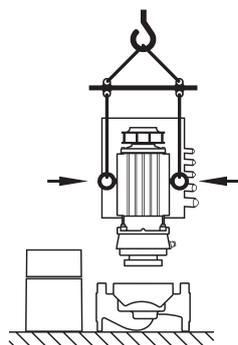

Fig. 25: Trasporto del set di innesto
- Se gli occhioni di trasporto vengono spostati dalla flangia del motore e montati sul corpo del motore, possono allora servire solo a portare o a trasportare il set di innesto (Fig. 25), ma non al trasporto di tutta la pompa né alla rimozione del set di innesto dal corpo pompa (smontare in precedenza i dispositivi distanziatori e poi rimontarli al termine delle operazioni).